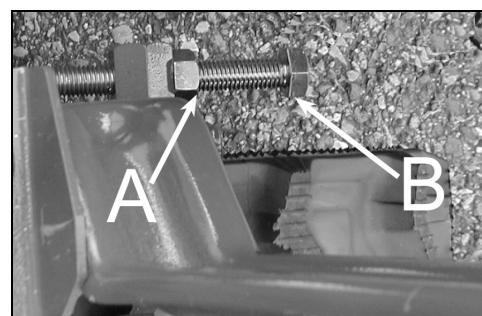
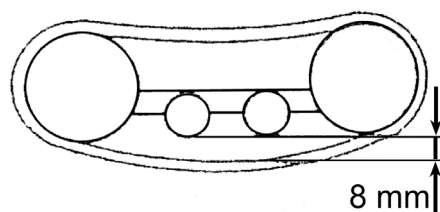

Figure 26
Figure 27
2. Dévissez le contre écrou de la roue de tension à l'arrière (figure 26, repère A).
3. Tournez l'écrou de tension (figure 26, repère B) pour régler le jeu entre la chenille et la roue de tension. Ce jeu est de 8 mm (figure 27). Veillez à avoir le même jeu pour les deux chenilles.